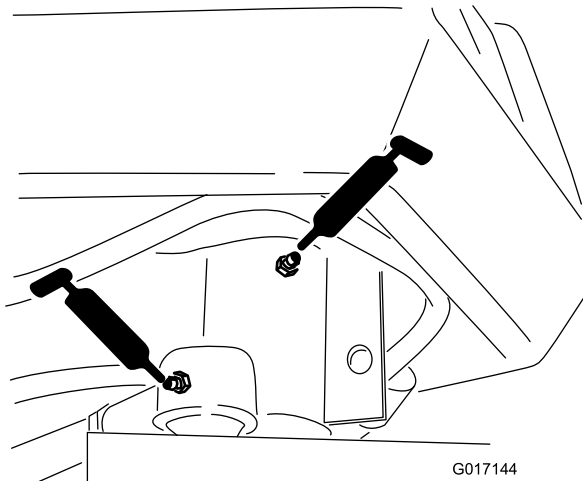

図 31
- ステアリングフォークのシャフト1か所 図 31
- ステアリングシリンダロッドの端部 図 31